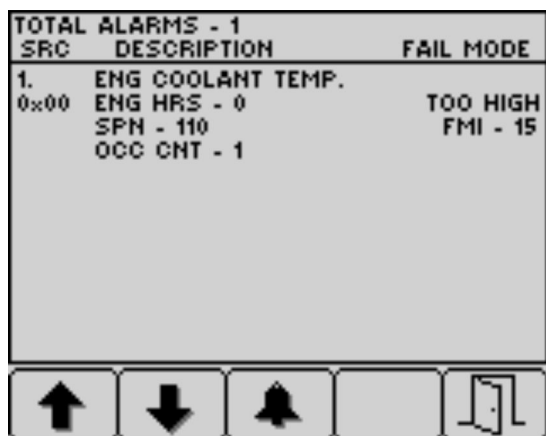

Figura 80
4. Appuyez sur le bouton 5 pour quitter la liste des anomalies actives et retourner à l'écran d'accueil (Figura 80).
5. Appuyez sur le bouton 5 pour quitter la liste des anomalies actives et revenir à l'écran d'accueil ; voir la Figura 80 sous Messages d'avertissement du moteur (página 49).